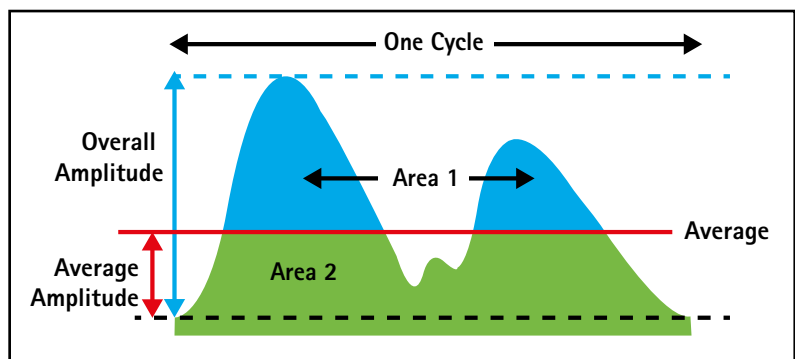

Fig. 36: Mode de calcul de l'indice de scintillement = $\text{surface 1}/(\text{surface 1} + \text{surface 2})$
- Pour la source lumineuse à la figure 36, RG 1/ RG 2 s'applique avec une distance limite x cm. Cela signifie que la source lumineuse relève de RG 2 à des distances d'observation inférieures à x cm.